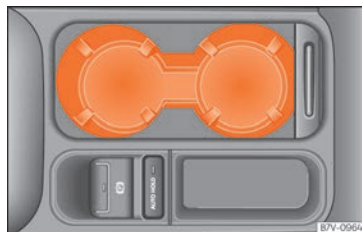

Fig. 193 Console centrale avant : porte-boissons.
- Pour ouvrir, déplacer la trappe vers l'arrière >>> **fig. 193**.